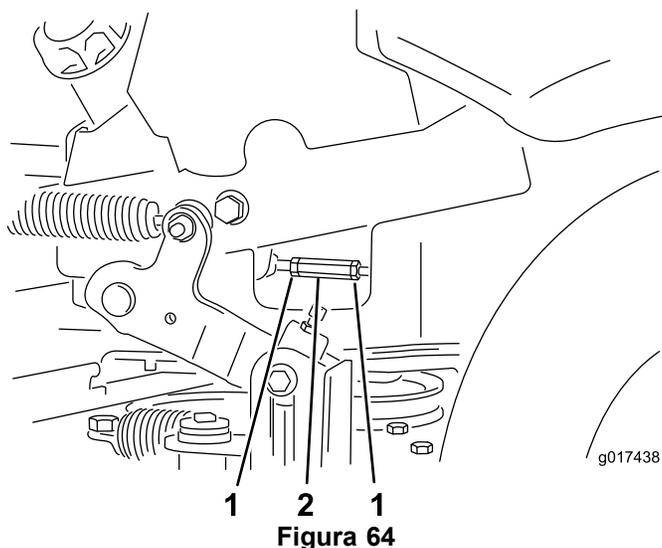

Figura 64
18. Apriete las 2 contratuercas contra la tuerca de ajuste (Figura 64).